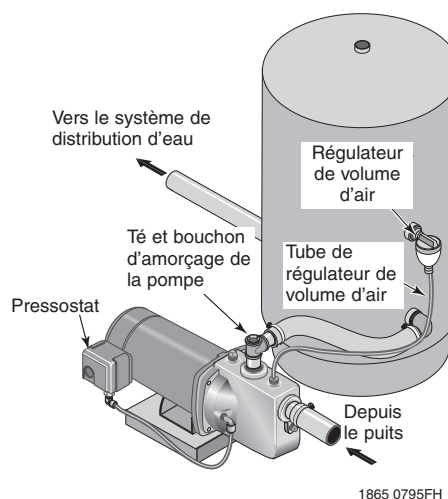

Figure 5 : Raccordement de réservoir standard
## RACCORDEMENT D'UN RÉSERVOIR STANDARD (FIGURE 5)
- 1° Installer un té dans l'orifice de refoulement de la pompe (voir Figure 5).
- 3° Déposer le bouchon tubulaire de 1/8 po NPT du régulateur de volume d'air (AVC) de la pompe (voir Figure 5). Installer un tube entre l'orifice AVC de la pompe (voir Figure 5) et l'orifice du régulateur monté sur le réservoir. Pour plus de détails, se reporter aux notices fournies avec le réservoir et le régulateur AVC. L'emplacement de l'orifice de l'AVC peut varier selon le modèle de pompe utilisé (voir les vues éclatées à la page 9).